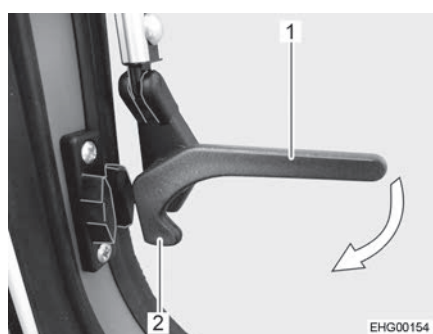

Fig. 62 Leva di serraggio, laterale (posizione "Aperto")
- Ruotare la leva di serraggio laterale (Fig. 62,1) di un quarto di giro verso il telaio della finestra, finché il nasello di chiusura (Fig. 62,2) si innesta.